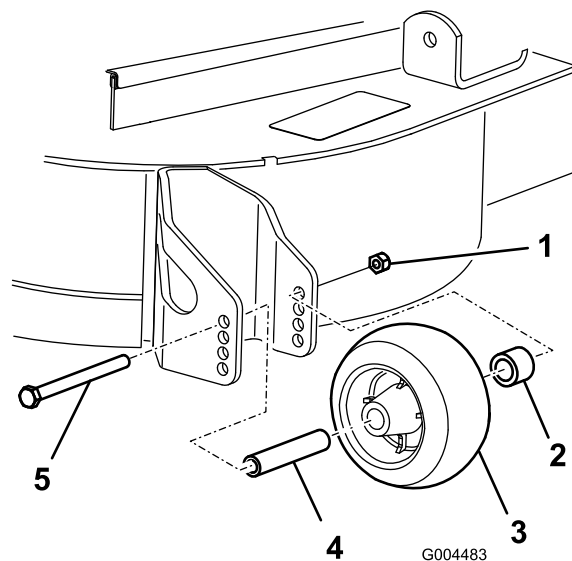

Figure 23
- Après avoir réglé la hauteur de coupe, réglez les galets en retirant l'écrou à collerette, la bague, l'entretoise et le boulon (Figure 23).
- Posez l'écrou à embase, la bague, l'entretoise et le boulon. Serrez à 54–61 Nm (Figure 23).